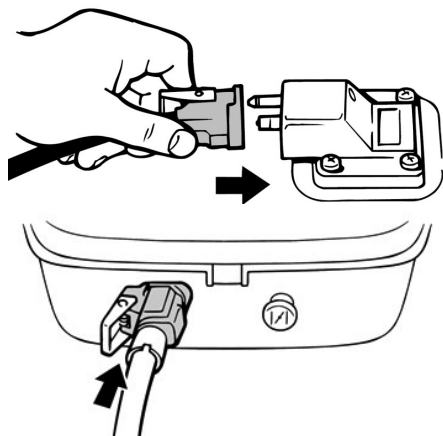

Рис. 24 Подключение внешнего топливного бака
1. Подключите внешний топливный бак к двигателю с помощью топливного шланга (Рис. 24).